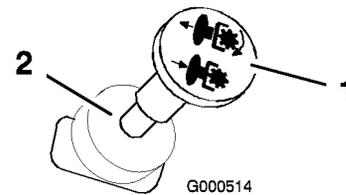

Figura 7
2. Disinserite le lame spostando il relativo comando in posizione Off (Figura 7).